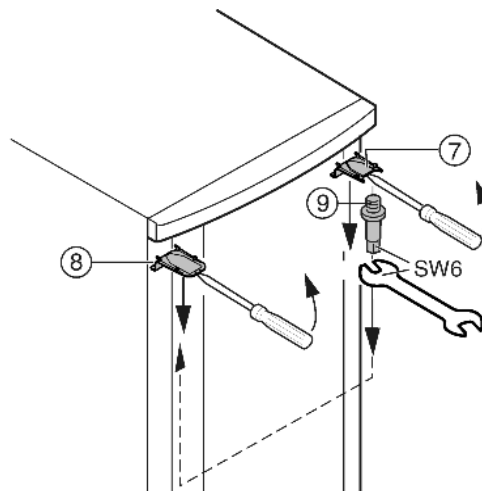

Fig. 7
- За допомогою викрутки зверху зніміть з фіксатора кришку Fig. 7 (7) та кришку Fig. 7 (8) і зніміть їх під кутом донизу.
- Викрутіть гвинти Fig. 7 (9) і закрутіть їх з протилежного боку (з моментом 4 Нм).
- Знову встановіть кришку Fig. 7 (7) на боці гвинта: вставте ззаду і зафіксуйте спереду.
- Встановлення кришки Fig. 7 (8) на протилежному боці: вставте ззаду і зафіксуйте спереду.
- Підвісьте верхню частину дверцят на гвинт Fig. 7 (9).